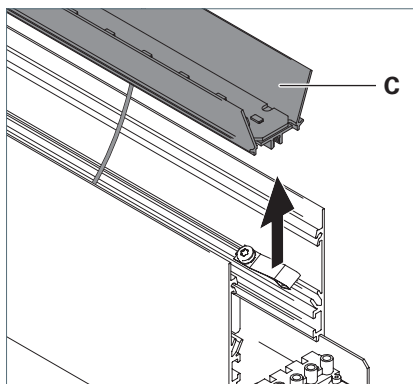

Fig. 14: Retirer le réflecteur.
- Retirez le réflecteur **C** et déposez-le à côté du luminaire, voir Fig. 14.